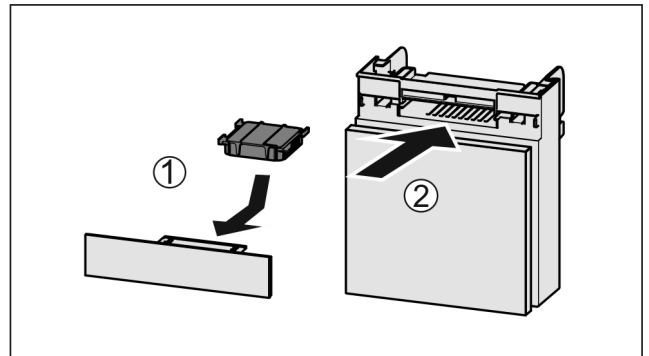

Fig. 84
- ▶ Поставете Fig. 84 (1) филтърта с активен въглен, както е показано на фигурата.
- ▶ Вкарайте Fig. 84 (2) отделениято.